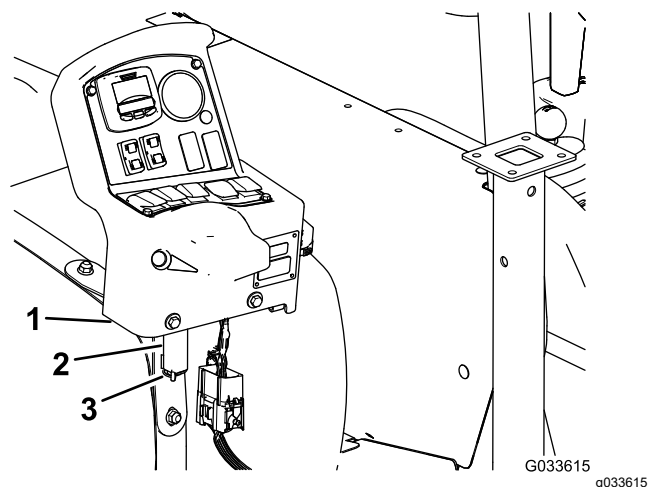

図 134
7. 車両のダッシュボードで、コンソール取り付けブラケットからコンソールを外し、コンソールのピボットピンを、タンクの前ベルトについている保管ブラケットにセットする **図 134**; **コントロールコンソールを機体に取り付ける (ページ 19)**を参照。
8. ブラケットにコンソールを組み付け、ピボットピンをブラケットに入れてヘアピンで固定する (**図 134**)。